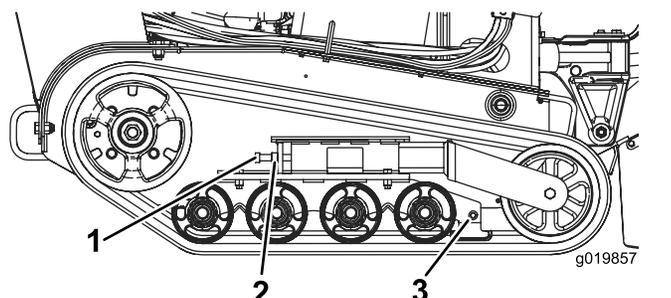

図 46
3. クローラのテンションボルトとテンションアームのクランプボルトのジャムナットをゆるめる 図 46。
4. テンションボルトを  $32.5-40 \text{ N}\cdot\text{m}$   $3.3-4.2 \text{ kg}\cdot\text{m}$  =  $24-30 \text{ ft}\cdot\text{lb}$  にトルク締めする 図 46。
4. テンションボルトとジャムナットをゆるめる 図 46。